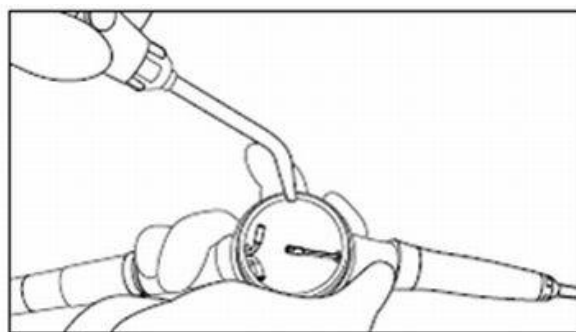

Рис. 6
3) Выдуйте воздухом остатки порошка из контейнера. (Рис. 6)